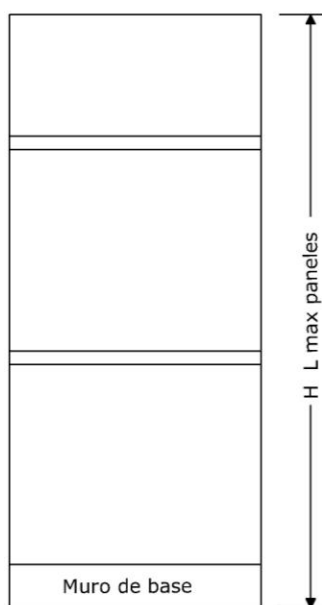
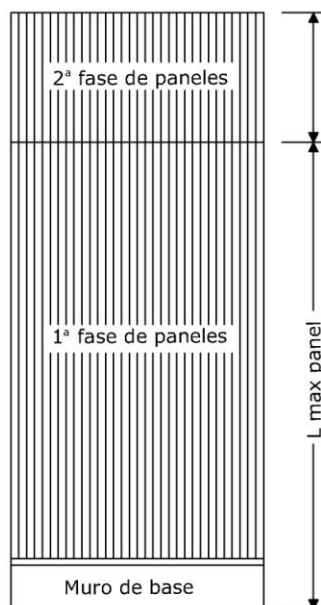

Fig. 9
Fig. 10
**4.3.10** En el caso que las fachadas de los edificios tengan una altura superior a la longitud máxima de producción de nuestros paneles (12.00m) (Fig. 9), se tiene que proceder por fases. La altura total del edificio será subdividida en un número de fases de los paneles (Fig. 10 y 11) obteniendo la altura querida por el constructor hasta el cumplimiento de la superficie total.